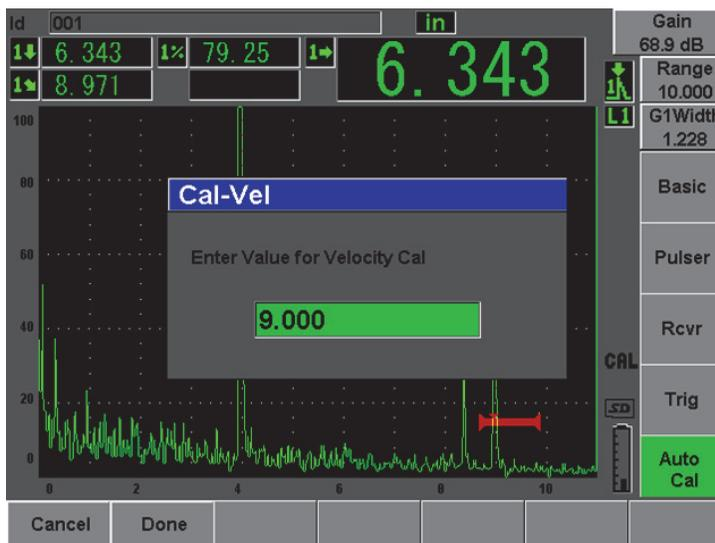

Figura 10-22 Ejemplo de una señal en la puerta para la calibración de la velocidad
8. Pulse la tecla [**GATE**] y coloque la puerta 1 de manera que el segundo eco que proviene del arco del bloque se encuentre dentro de la puerta. Este reflector debe de estar a aproximadamente 9 pulg. (225 mm) [véase la Figura 10-22 en la página 187].